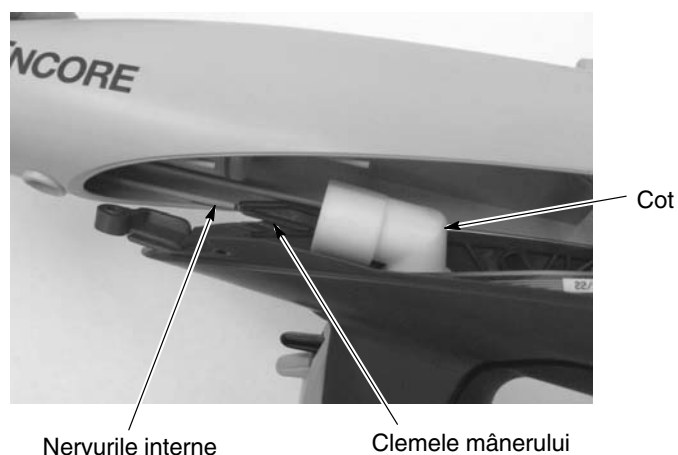

Figura 6-5 Montarea corpului pistolului pe mâner
1. A se vedea Figura 6-5. Aliniați corpul pistolului cu mânerul și introduceți-le în același timp, potrivind nervurile interne ale corpului pistolului cu clemele mânerului.